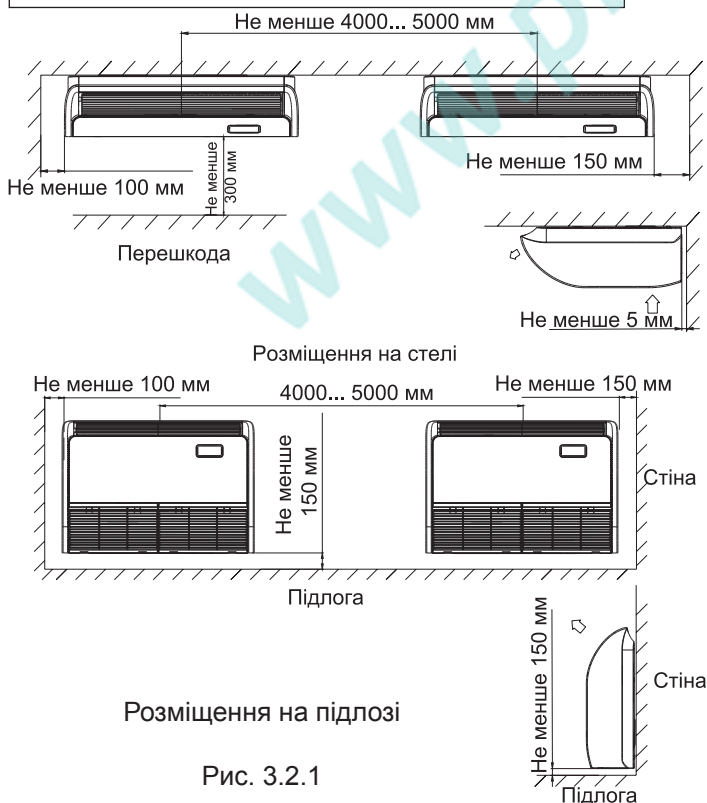

Рис. 3.2.1
- Переконайтеся в наявності достатнього вільного простору навколо пристрою для проведення технічного обслуговування й ремонтних робіт (див. рис. 3.2.1).